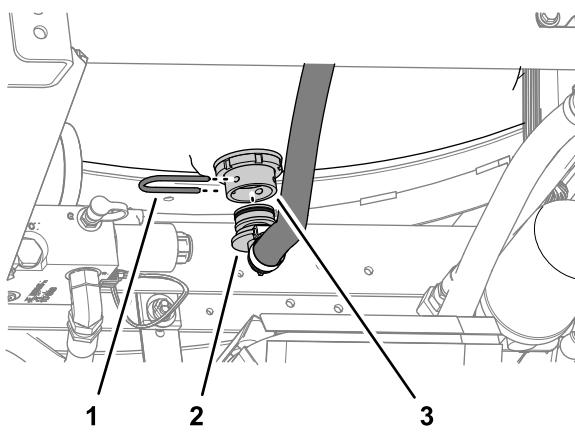

**Bild 2**
1. Nehmen Sie die Haltegabel oben am Sprühbehälter ab, mit der das gezahnte 90°-Anschlussstück des Ansaugschlauchs am Gehäuse des Saugsiebs befestigt ist, und nehmen Sie das gezahnte Anschlussstück vom Gehäuse ab (Bild 2).
2. Entfernen Sie das 90°-Anschlussstück vom Gehäuse des Saugsiebs (Bild 2).